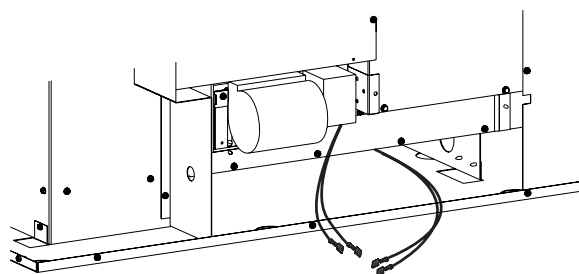

Figure 15
7. Retirer les connecteurs de protection sur le câblage du foyer et les jeter. Raccorder le faisceau de câbles aux deux souffleries et l'autre extrémité à l'ensemble de câblage fourni avec le foyer. Voir Figure 15.